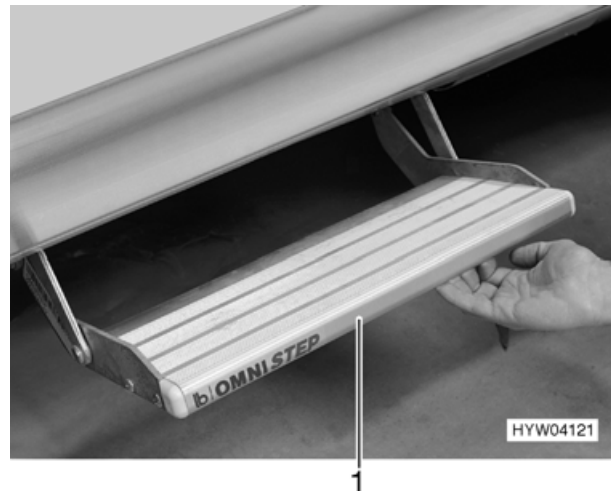

Bild 9 Eintrittstufe (Moving)
- Eintrittstufe (Bild 9,1) unten anfassen und herausziehen.